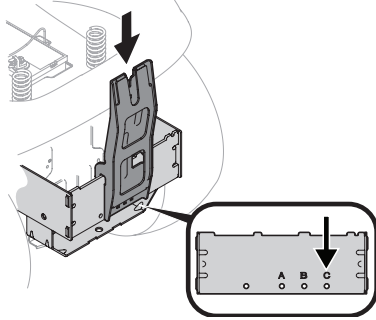

Figura 8
1. Coloque el soporte vertical de la embolsadora (683-04519C) en el conjunto de montaje del tractor enganchándolo sobre el soporte de montaje transversal. Consulte la Figura 8.
2. Alinee el soporte vertical de la embolsadora con el orificio que está etiquetado con una "C". Consulte el recuadro de la Figura 8.